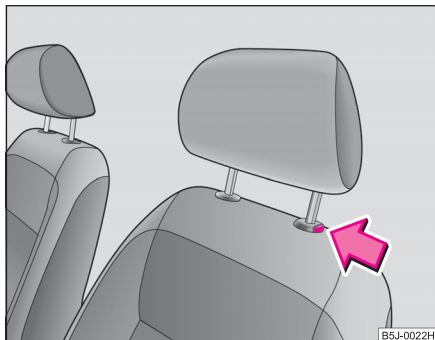

Fig. 51 Scoaterea tetierei
- Dacă doriți să împingeți tetiera în jos, trebuie să apăsați tasta de siguranță ⇒ fig. 51 și cu cealaltă mână să apăsați tetiera în jos.
- Apăsați tasta de siguranță în sensul săgeții ⇒ fig. 51 și scoateți tetiera.